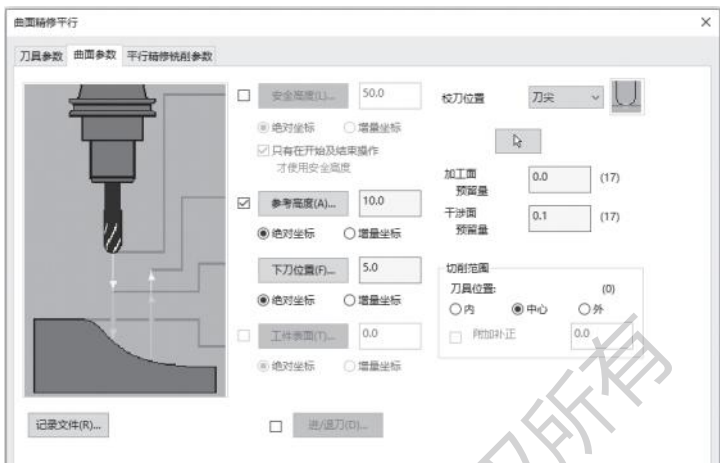

图 9-53 曲面加工参数设置
3) 打开【曲面参数】选项卡，勾选【参考高度】并设置为 10.0mm，【下刀位置】为 5.0mm。选择所有【绝对坐标】选项，设置【加工面预留量】为 0.0mm，【干涉面预留量】为 0.1mm，如图 9-53 所示。